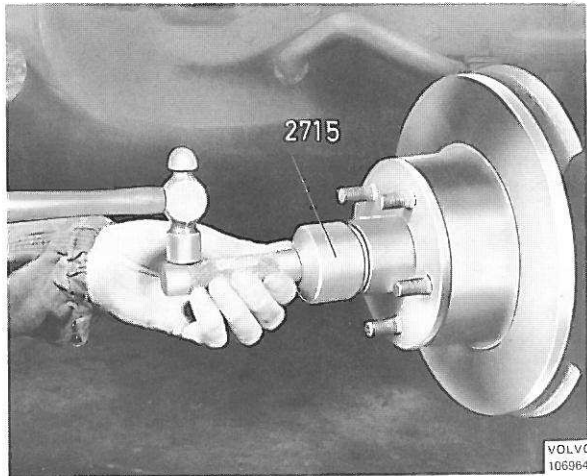
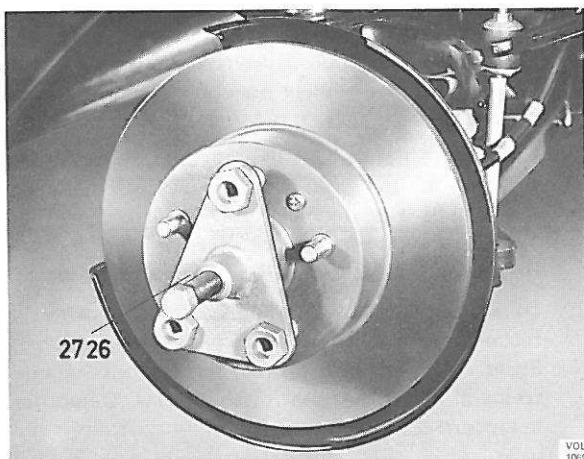
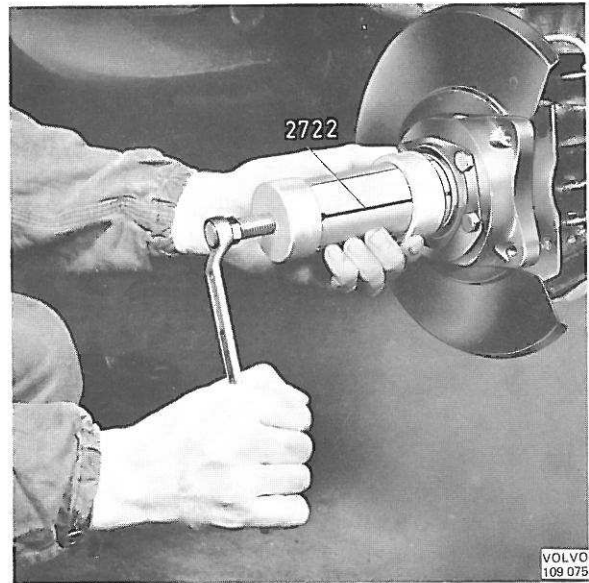

Figure 22. Démontage du chapeau de moyeu
Figure 23. Démontage du moyeu
Figure 24. Démontage du roulement intérieur
5. Démontez le chapeau de moyeu en se servant de l'outil 2715, figure 22. Retirez la goupille fendue et enlevez l'écrou crénelé. Démontez le moyeu en se servant de l'extracteur 2726, figure 23. Si nécessaire, extrairez le roulement intérieur de la fusée de roue en se servant de l'extracteur 2722, figure 24.